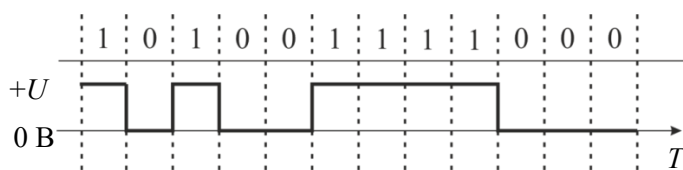

Рис.1. Униполярный NRZ-код
- логическая «1» передается уровнем  $+U$  В в течение битового интервала (рис.1).